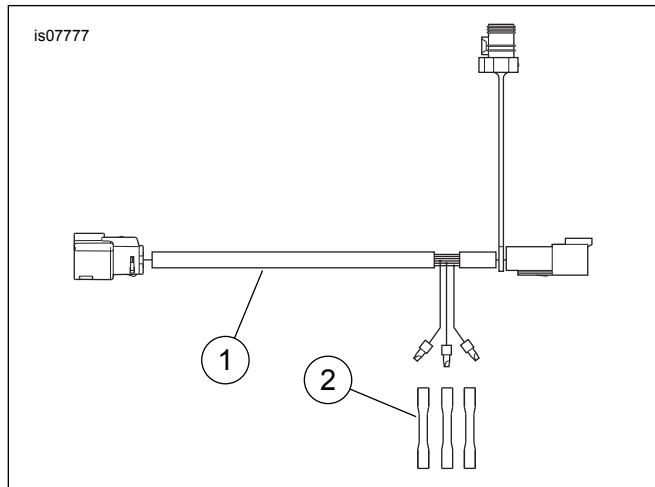

Figura 1. Piezas de servicio, Arnés de conexión eléctrica
Vea la Figura 1 y la Tabla 1.
2. **Los accesorios con una conexión eléctrica de un enchufe Deutsch de cuatro vías** se conectan directamente al Arnés de conexión eléctrica o al Adaptador de accesorios eléctricos. **Accesorios que se conectan a la alimentación con tres cables individuales:** Vea la Figura 1. Corte los cables del accesorio (o accesorios) a una longitud adecuada para que lleguen fácilmente a los tres cables individuales en el Arnés de conexión eléctrica. Corte las tapas de los cables de los tres cables en el arnés.